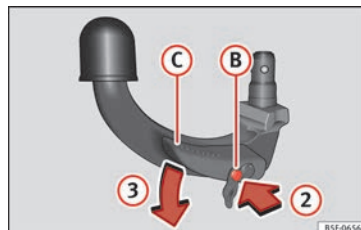

Fig. 224 Paso 2
- Presione el perno de desbloqueo ⑨ el sentido de la flecha ② y al mismo tiempo presione la palanca ⑦ el sentido de la flecha ③ hasta el tope »» fig. 224.